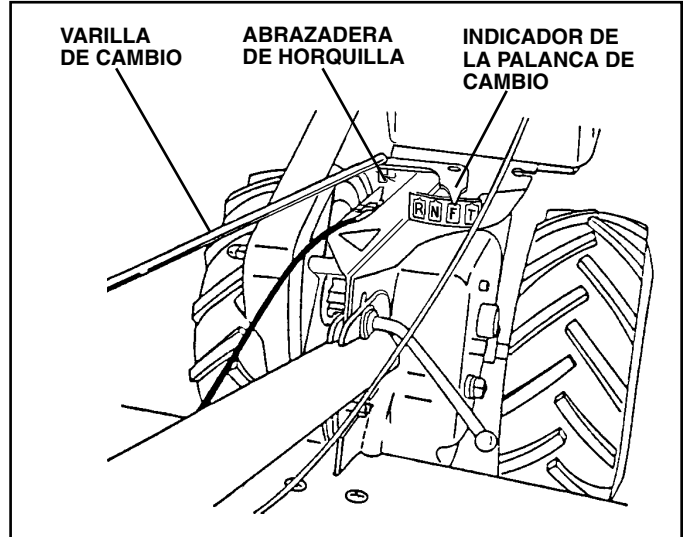

FIG. 7
(Vea la Fig. 7)
- Asegúrese que el indicador de la palanca de cambio esté en la posición neutro "N" (Vea la Fig. 7).